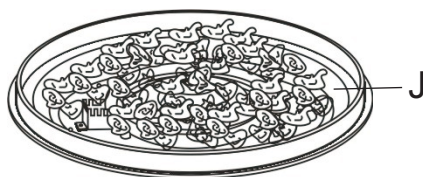

Figure 4
2. Verser toutes les pierres de lave dans le brûleur. Couvrir complètement le tube du brûleur avec de la glace de feu tel qu'illustré à Figure 4.